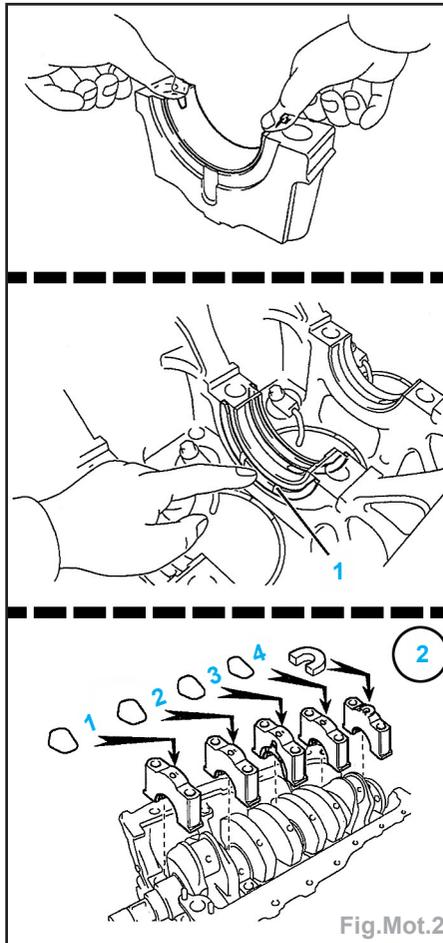

Fig.Mot.2
- reposer le vilebrequin huilé (Fig.Mot.2).
- (1) : Mise en place des cales de réglage du jeu axial de vilebrequin.